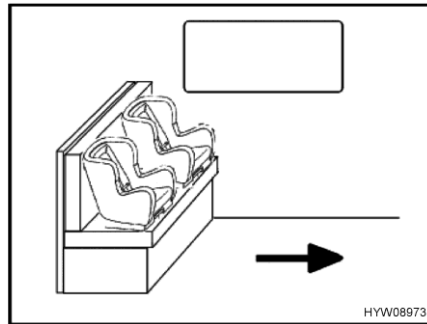
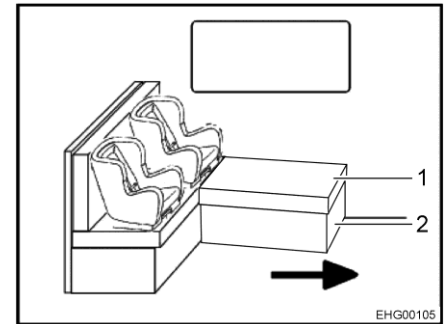

Fig. 22 Sièges pour enfants sur la banquette
Fig. 23 Siège pour enfant sur la banquette en L
La flèche dans les Fig. 22 et Fig. 23 indique le sens de marche.
- Retirer le coussin (Fig. 23,1) si nécessaire.
- Replier si nécessaire (Fig. 23,2) le cadre du coffre.